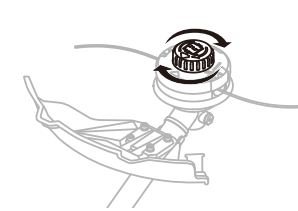

Fig. 8C
4. Sujete el cartucho de la línea con una mano y gire la perilla del cabezal en sentido contrario a las agujas del reloj con la otra mano, hasta que ambos extremos tengan una longitud aproximada de 6 pulgadas (15 cm.) (Fig.8C)